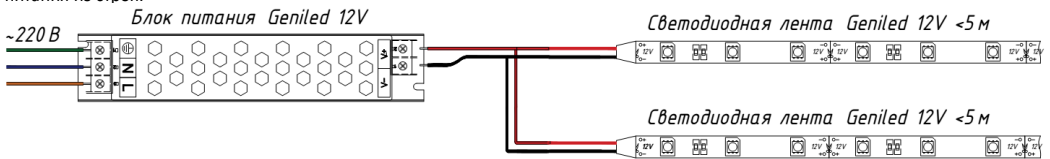
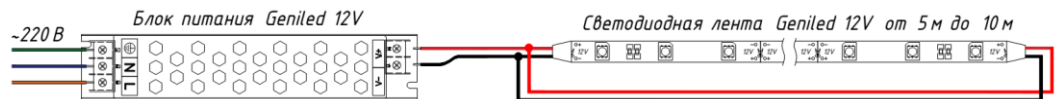

Рисунок 5.
Рисунок 6.
5.6. Если необходимо подключить более 5 метров ленты, то необходимо выполнить параллельное подключение дополнительной ленты к блоку питания (см. рисунок 5). Либо подключите ленту с двух сторон к блоку питания («кольцевание») (см. Рисунок 6). Внимание! Запрещается подключать одну ленту к разным блокам питания одновременно: это может привести к выходу блока питания из строя.